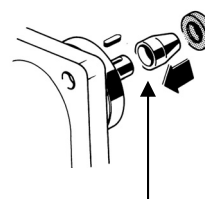

Рисунок 13.14 Монтажная втулка
- 3 Установите монтажную втулку на приводной вал (рисунок 13.14).